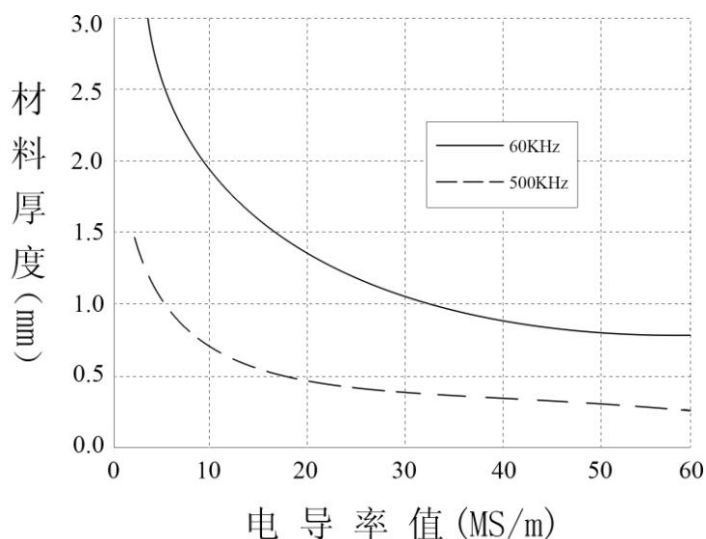

图 6.1
6.3.1 图 6.1 说明材料厚度与电导率值及测试频率之间的依赖关系，由 3 倍的标准渗透深度 ($3 \times \delta$) 绘出的最小材料厚度要求。